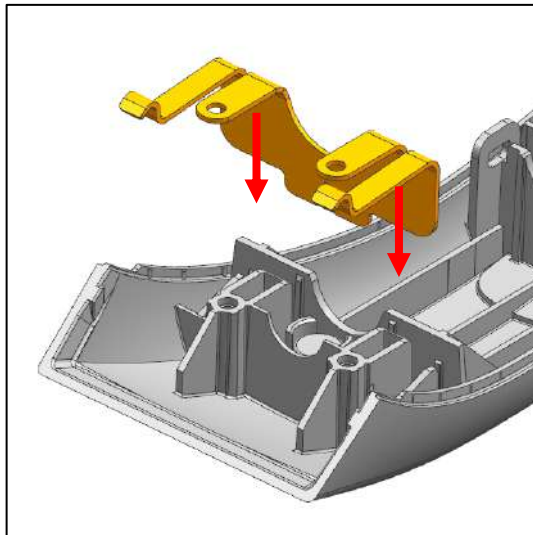

Abb. 18
- b) Setzen Sie das Halteblech hinter den vorderen Schraubdomen ins Gehäuse ein (Abb. 18).